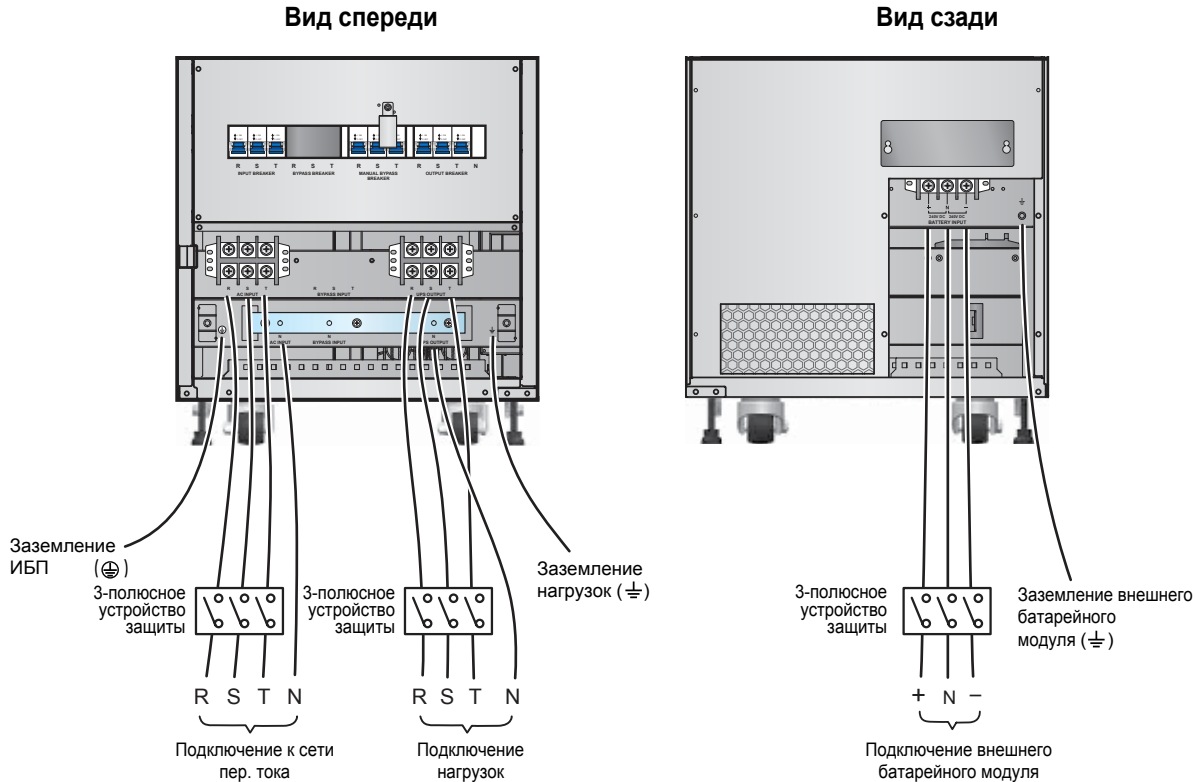

Рис. 6-9. Схема подключения одиночного ИБП 60 кВА в конфигурации с одним входом
- На сетевом вводе ИБП следует установить устройство защиты в соответствии со стандартом электробезопасности EN 62040-1, предотвращающее обратную подачу питания от ИБП на ввод. Данная защита реализуется путем установки автоматических выключателей с независимым расцепителем или контакторов. Номинальный ток этих аппаратов должен быть равен или больше тока выключателей, перечисленных в таблице ниже. Питание катушек контакторов должно осуществляться от входного напряжения. Для автоматических выключателей с независимым расцепителем: настройка ИБП и их выходных сухих контактов для управления выключателями описана в Техническом Примечании. По поводу оборудования для защиты от обратного питания обратитесь в сервисную службу. Схема подключения устройств защиты показана на **Рис. 6-9~6-14**.
На **Рис. 6-9~6-14** показано подключение к электросети типа TN. Между ИБП и электросетью переменного тока установлено трехполюсное устройство защиты. При подключении к электросети типа TT установите четырехполюсное устройство защиты.
6 Подключите кабели электросети переменного тока, нагрузок и внешнего батарейного модуля к соответствующим зажимам ИБП (см. **Рис. 6-9~6-11**).
- 2 Подключите кабели электросети переменного тока, нагрузок и внешнего батарейного модуля к соответствующим зажимам ИБП (см. **Рис. 6-9~6-11, 6-15**).
На **Рис. 6-9~6-11** показано подключение к электросети типа TN. Между ИБП и электросетью переменного тока установлено трехполюсное устройство защиты. При подключении к электросети типа TT установите четырехполюсное устройство защиты.